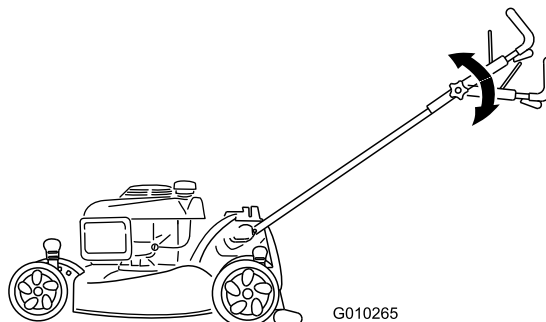

Figure 16
2. Placez la partie supérieure du guidon à la position voulue (Figure 16).